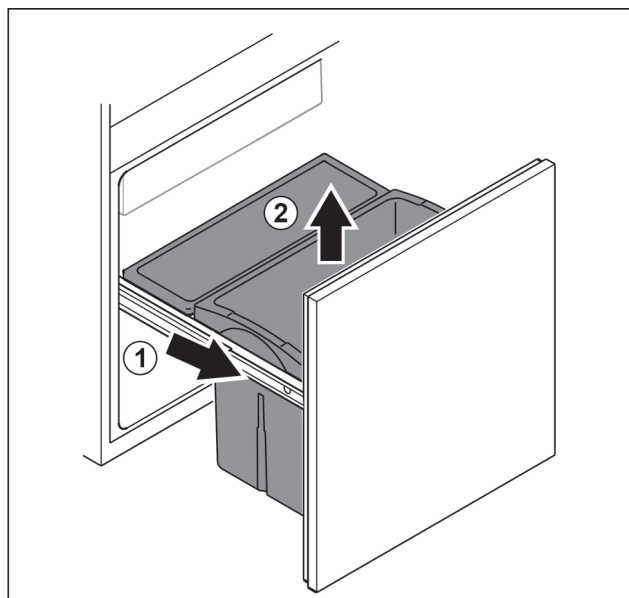

Fig. 101
- Uitschuifwagen tot de aanslag eruit trekken. Fig. 101 (1)
- Lade naar boven toe verwijderen. Fig. 101 (2)